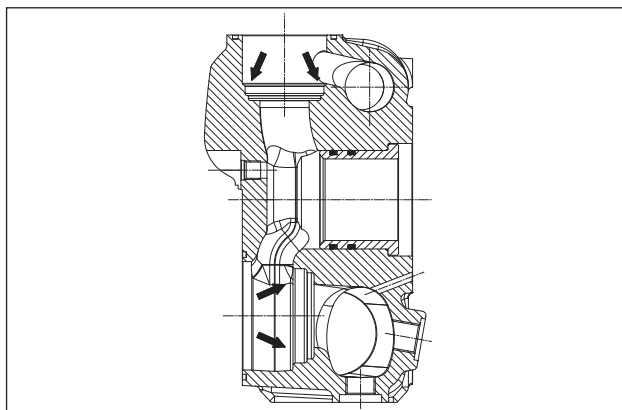

Fig. 149
Antes de reposicionar os grupos da válvula, limpe e enxugue perfeitamente as relativas ranhuras no cabeçote, indicadas pelas flechas (pos. ①, Fig. 149).